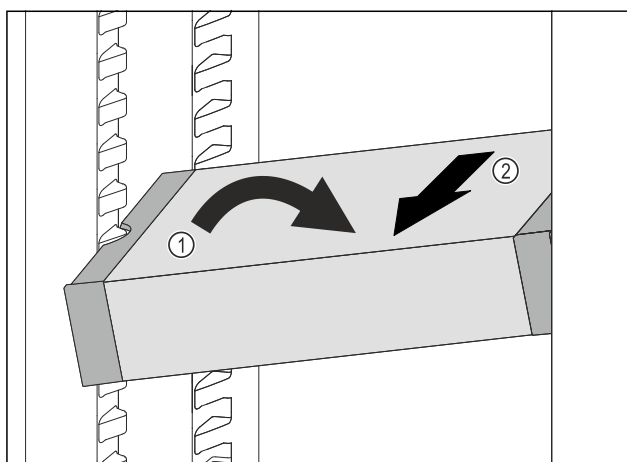

Fig. 93
- ▶ Plasser VarioSafe skrått i kjøleskapet. Fig. 93 (1)
- ▶ Ta ut VarioSafe ved å trekke den forover. Fig. 93 (2)